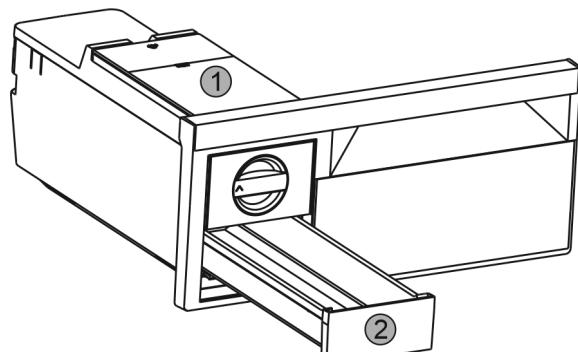

Fig. 55
- Ta ut vanntanken Fig. 55 (1) og isbitskuffen Fig. 55 (2).